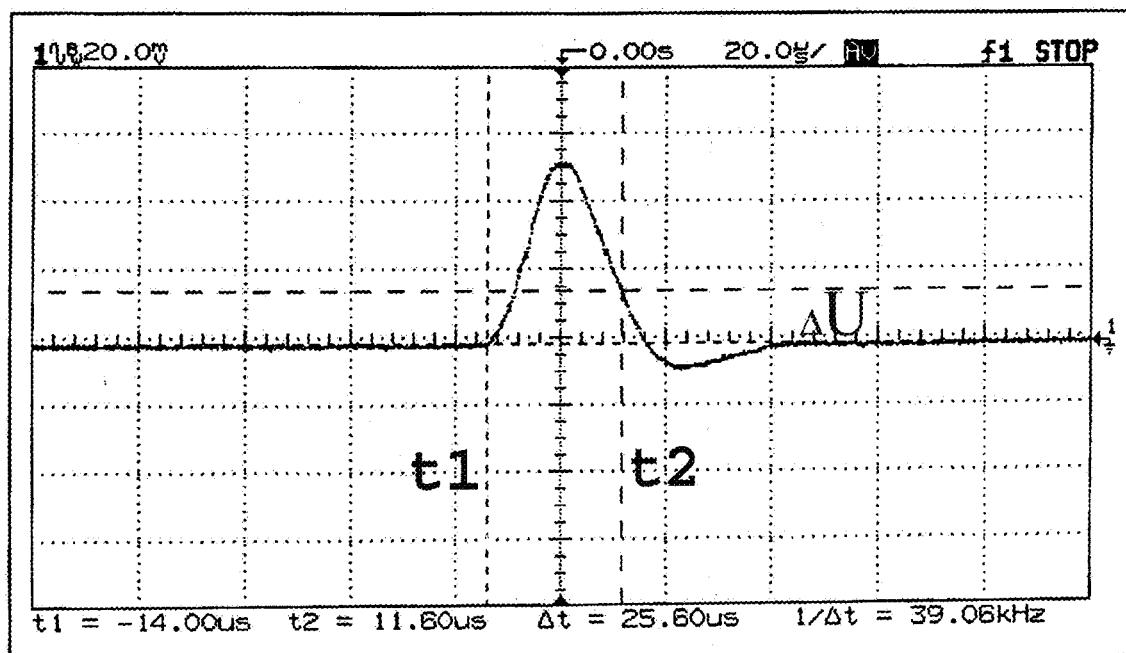

Рис. 7.3.3. Изменение выходного напряжения меры во времени при изменении нагрузки
- установить его на линию установившегося напряжения после переходного процесса (см. правую часть рис. 7.3.3.)